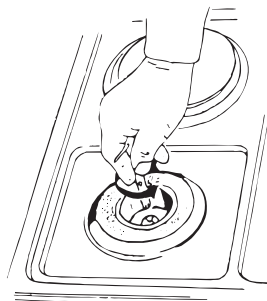

Figure 3
**a) Changement des injecteurs de brûleurs du plan de cuisson ( Fig. 3)**